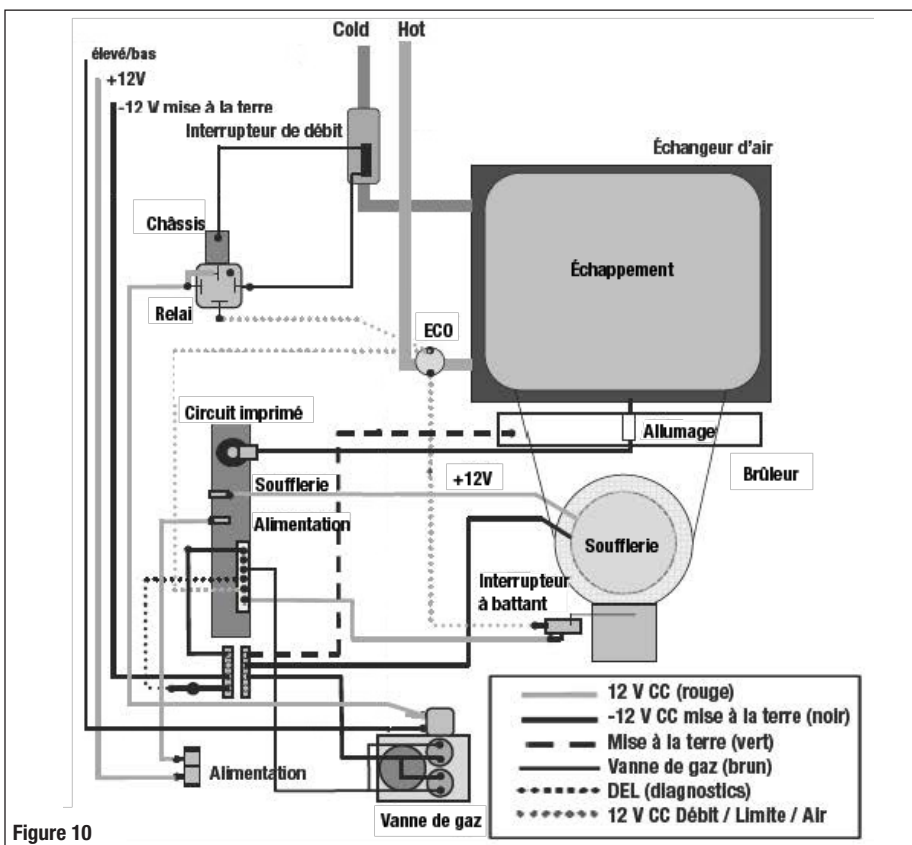

Figure 10
- 2. Figure 10 :** Schéma de câblage avec toutes les composantes électriques montrant les interconnexions et la couleur des fils.